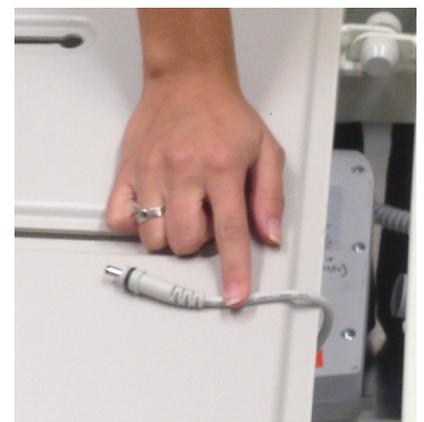

Figura 5 – Scollegamento del cavo della batteria dalla centralina di comando
5. Usando del nastro adesivo, fissare il blocco del cavo della batteria al telaio del lettino (Figura 5).